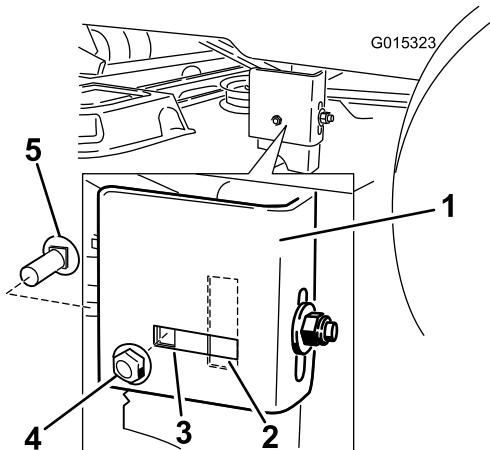

Figura 49
- Vaya al lado izquierdo de la máquina. Compruebe si el perno de cuello cuadrado lateral está en la posición fija o ranurada (Figura 49).